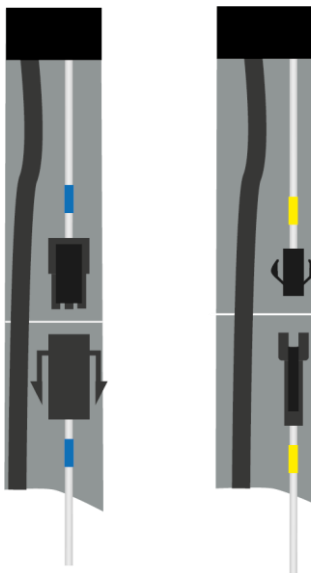

Рисунок 2.5
- 2) Подключить кабели приёмника и передатчика ИК-датчика к кабелям антенн с соответствующей цветовой маркировкой (рисунок 2.5).